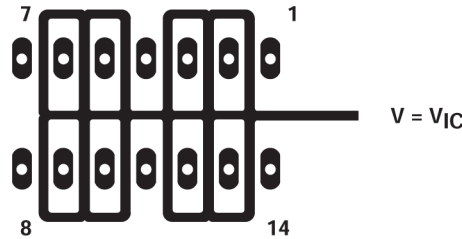
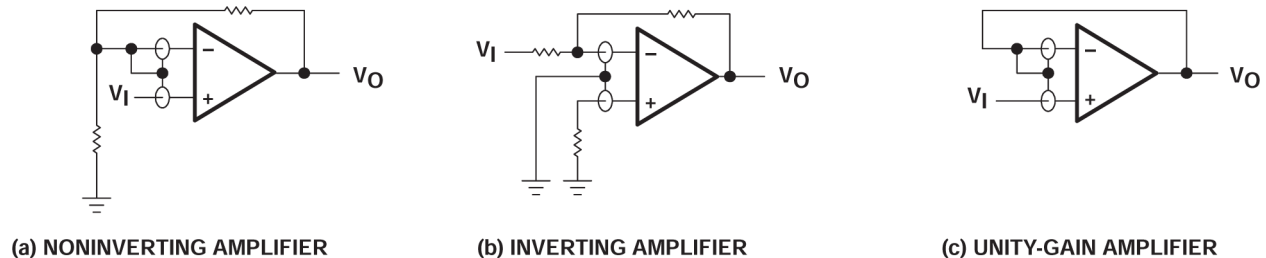

図 6-4. デバイス入力周辺の絶縁メタル (N パッケージ)
図 7-5. ガードリング方式
1. デバイスを他の潜在的なリーク源から絶縁します。デバイス入力周囲と間に、接地されたシールドを使用します (図 6-4 を参照)。そうしなければ入力に流れ込む可能性のあるリークageがシャントされます。
性があります。ベストプラクティスとして、入力周囲にガードリングを含めます (「パラメータ測定情報」セクション図 6-4 のものと同様)。これらの保護は、同相入力と同じ電圧レベルで低インピーダンスのソースから駆動します (図 7-5 を参照)。